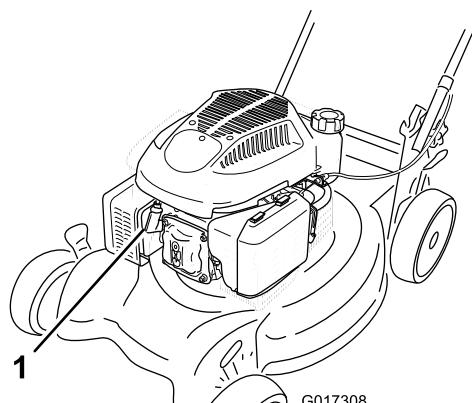

Figura 25
- Desconecte el cable de la bujía (Figura 25) antes de realizar cualquier procedimiento de mantenimiento.